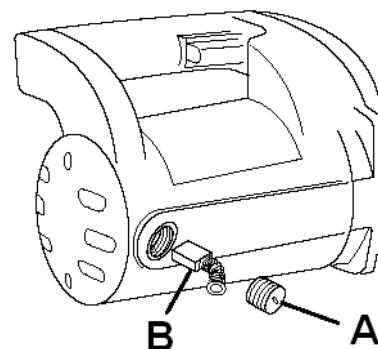

Рис. 10
- Снимите крышки щеток (A, Рис. 10).